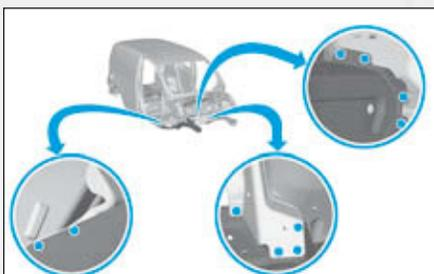

FIG.3
- les 10 points extérieurs (Fig.3),